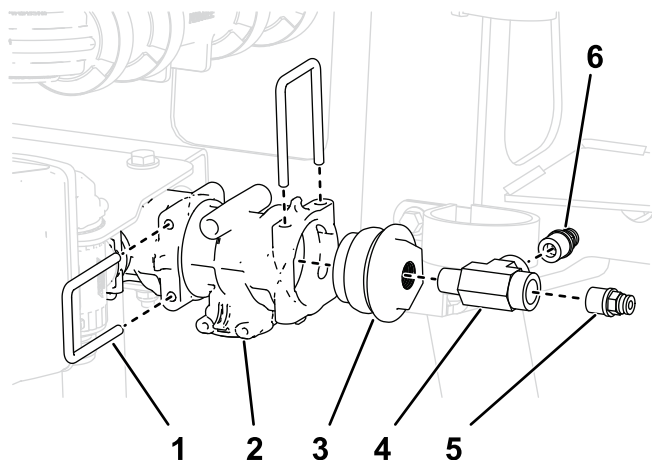

図 34
9. 付属のネジ付きT字継手のネジ山にPTFEシーラントを塗布し、T字継手をフィッティングキャップに接続する(図 34)。